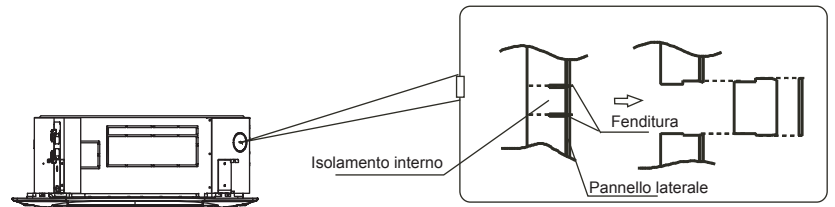

Fig. 5-4
- Tagliare la parte di isolamento interno con un taglierino. (vedi fig.5-4)